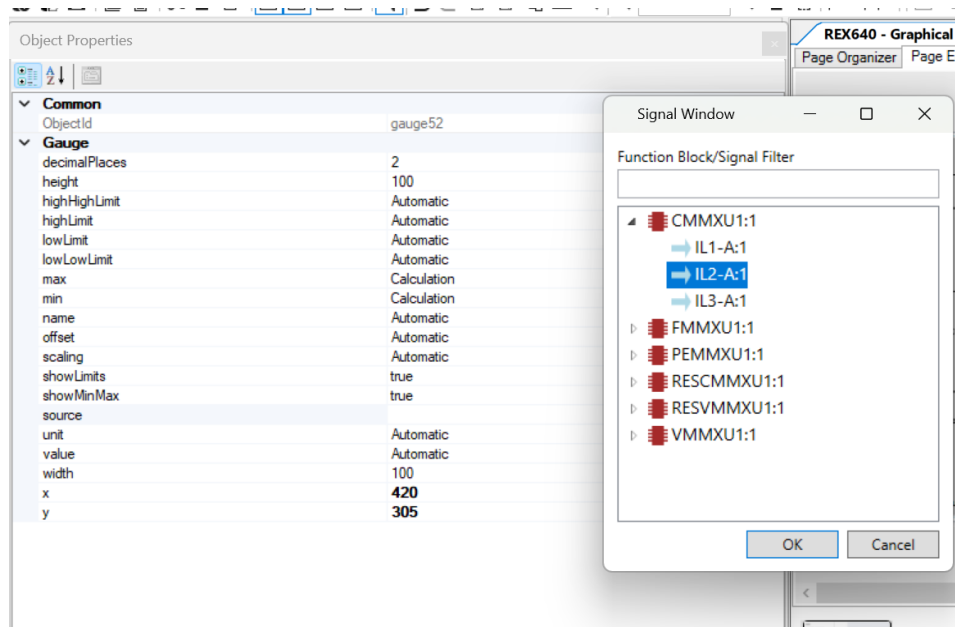

Imagen 154_Selección de medición de corriente para el display.
3.17 Seleccionamos de opción de “Source” donde nos arrojará otra opción de “IL2-A:1” como se muestra en la **Imagen 154**.